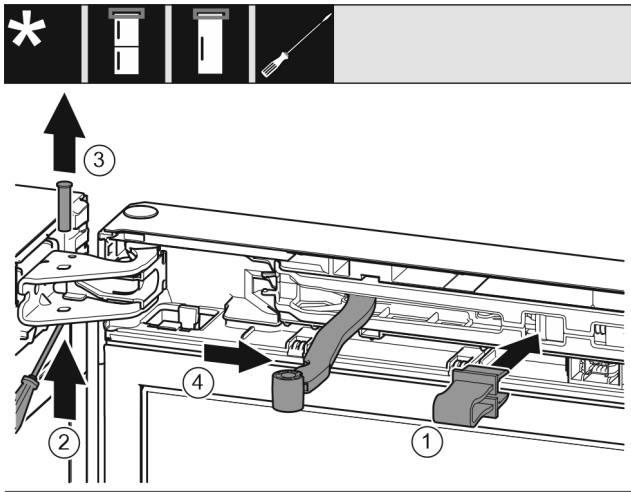

Fig. 9
- Tryck fast spärren i öppningen. Fig. 9 (1)
- Tryck ut bulten med en skruvmejsel. Fig. 9 (2)
- Dra ut bulten uppåt. Fig. 9 (3)
- Vrid leden mot dörren. Fig. 9 (4)